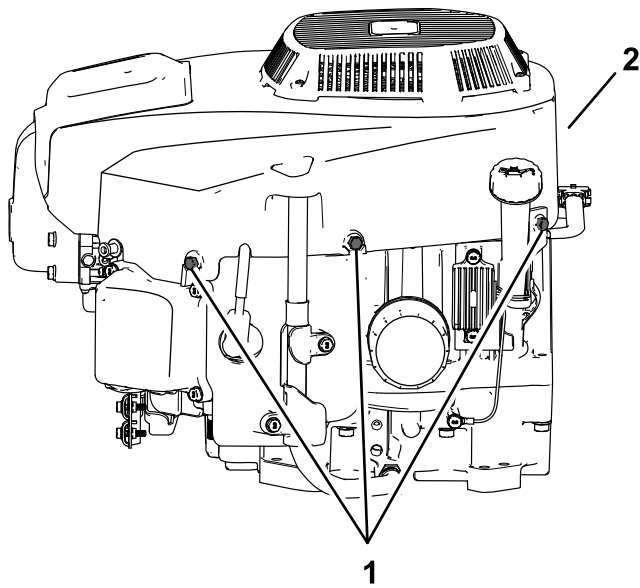

Figure 38
- Desserrez les boulons et déposez le carter du ventilateur (Figure 38).